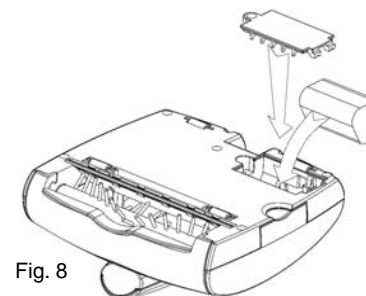

Fig. 8
3. Retirez l'ancien bloc-pile et détachez sa fiche de connexion à l'appareil. (Fig. 8)